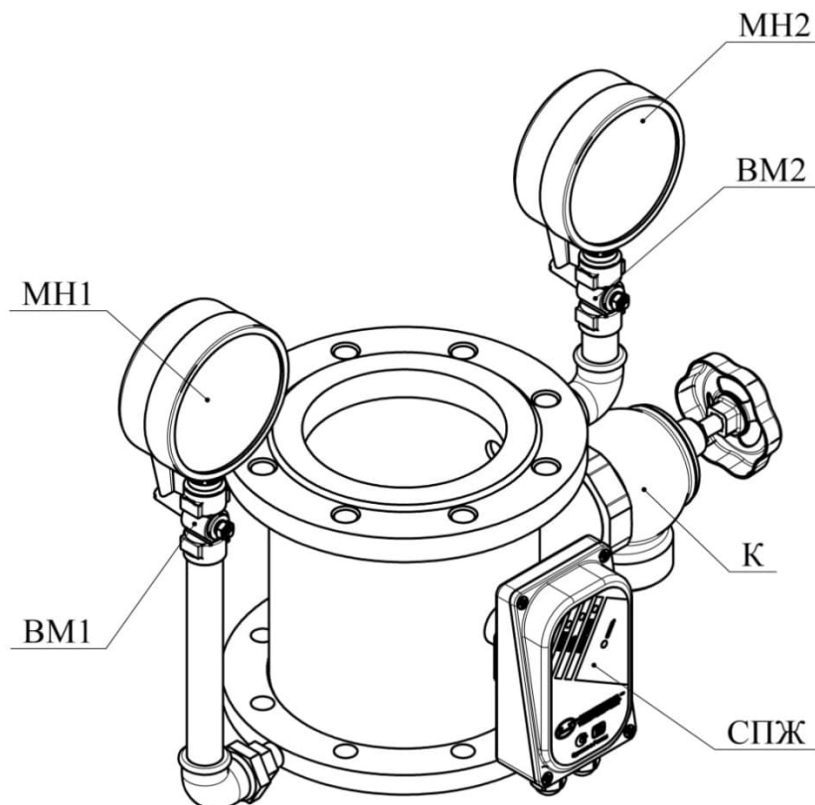

Рисунок 2 – Узел управления спринклерный водозаполненный «Шалтан». Общий вид
– закрыть задвижку ЗД на подводящем трубопроводе (в комплект поставки не входит) и клапан угловой К (рисунок 2);